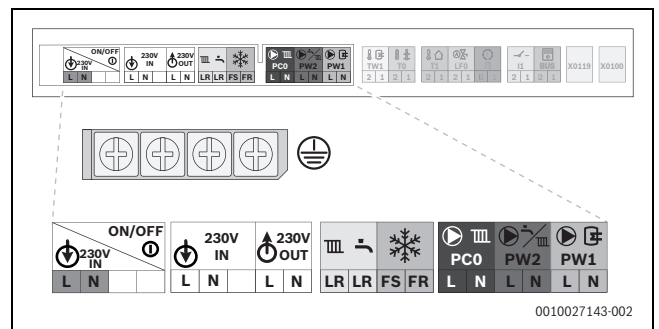
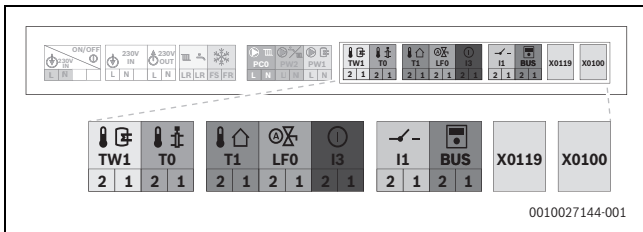

Bild 136 Netzspannungsbereich: Klemmleiste
Bild 137 Niederspannungsbereich: Klemmleiste
- ▶ Kabel an der Klemmleiste für externes Zubehör (→ Bild 136 und Bild 137) anschließen.